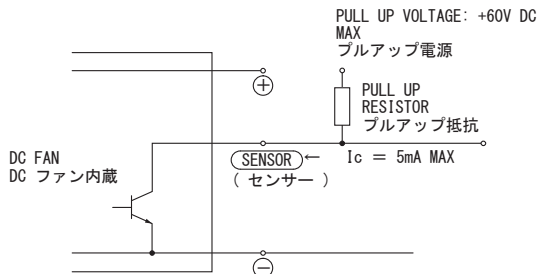

図 4.1 ファンセンサー接続例
■各ファンモータにはファンセンサー機能を内蔵しており、ファンの動作に合わせて信号を出力します。ファンセンサーの仕様を表 4.1、接続方法(例)を図 4.1 に示します。